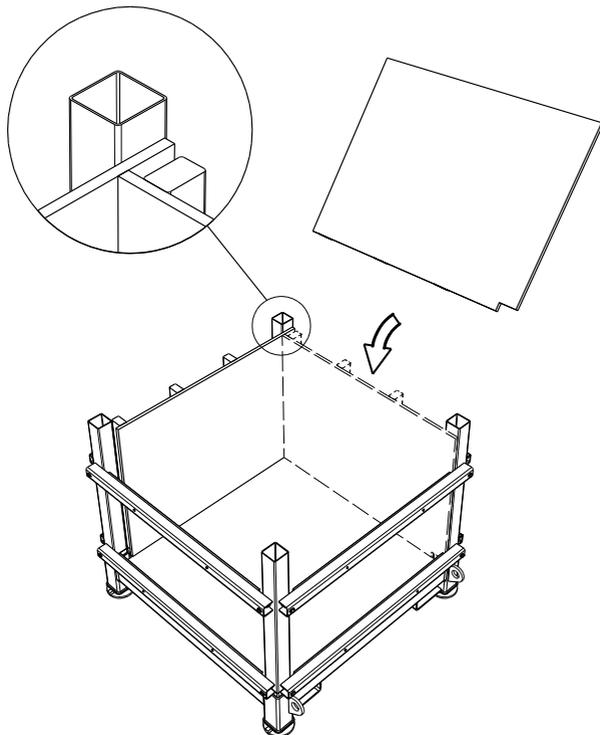

Рис. 20. Расположение комплектов боковых панелей.
4.3 Установите на расположенную на основании нижнюю панель четыре комплекта боковых панелей последовательно один за другим, при этом пазы должны располагаться снизу, а деревянные брусья должны быть наклонены в сторону опор опалубки, как показано на Рис. 20. Все элементы должны быть установлены с перекрытием, так чтобы обеспечивалась одинаковая поддержка для всех боковых элементов при наклоне в сторону опор опалубки.